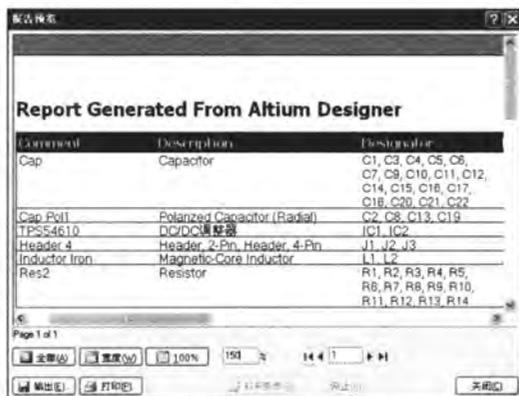

图 11-41 【报告预览】对话框
- [3] 单击 按钮，在弹出的菜单中执行【Report】命令，即可打开元器件报表的预览对话框，如图 11-41 所示。